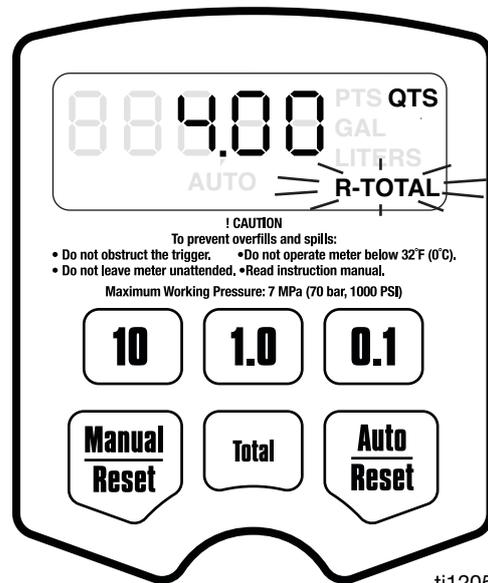

ABB. 12
3. Es stehen fünf (5) Einrichtungsmenü-Bildschirme zur Verfügung, die in einer vorgegebenen Reihenfolge gespeichert sind. Halten Sie die Automatik/Zurücksetzen-Taste gedrückt, um sich durch die Menübildschirme zu bewegen.
- a. Erster Bildschirm: Menü „Zurücksetzbare Gesamtmenge“ (ABB. 12, Seite 12) - R-TOTAL (G) blinkt in der unteren rechten Ecke des Bildschirms.